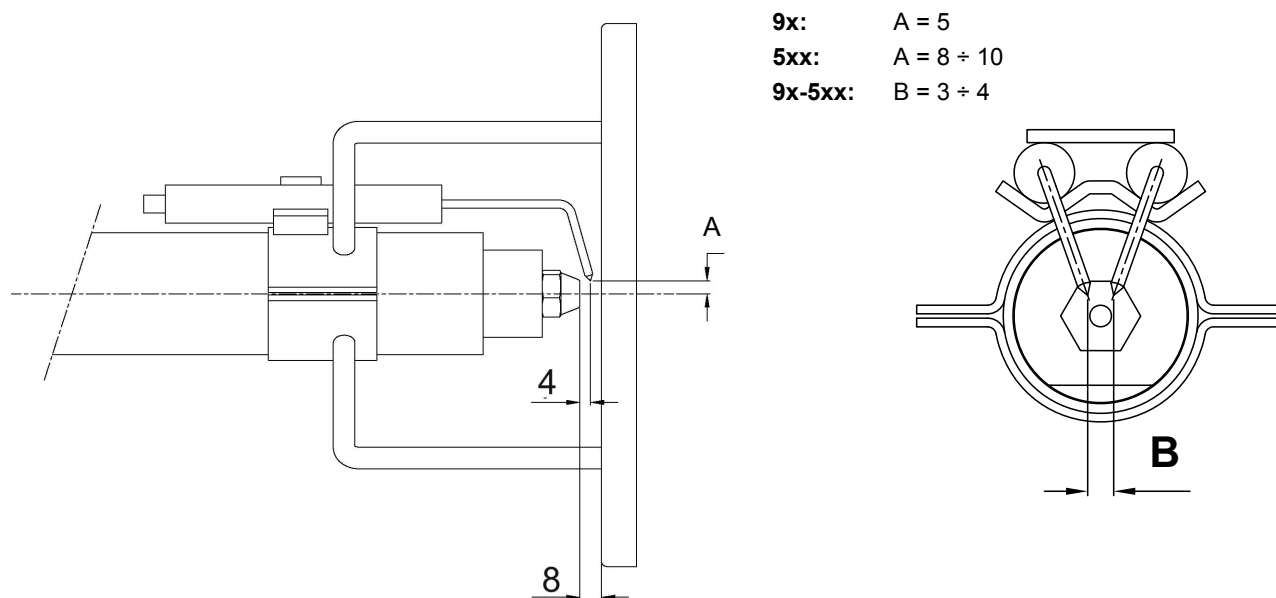

Fig. 10
- smontaggio esame e pulizia testa di combustione (vedere "Estrazione della testa di combustione" a pagina 35), nel successivo rimontaggio rispettare scrupolosamente le misure riportate in Fig. 10;
- esame elettrodi di accensione e relativi isolatori in ceramica, pulizia, eventuale registrazione e, se necessario, sostituzione Fig. 10;
Al fine di garantire una buona accensione è necessario che siano rispettate le misure (in mm) indicate in Fig. 10. Accertarsi di aver fissato la vite di bloccaggio del gruppo elettrodi prima di rimontare la testa di combustione.
- 5 estrarre gli elettrodi e sostituirli facendo riferimento alle quote riportate in Fig. 10.